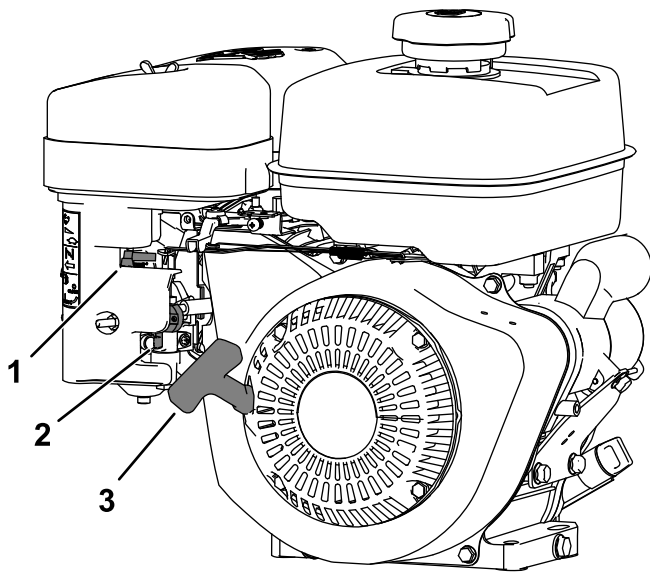

Bild 8
Der Chokehebel befindet sich auf der linken Seite des Armaturenbretts, mit dessen Hilfe ein kalter Motor gestartet werden kann (Bild 8).
Der Kraftstoffhahn befindet sich vorne rechts am Motor unter dem Kraftstofftank (Bild 8).
3. Reinigen Sie den Bereich um den Tankdeckel herum und nehmen Sie den Deckel ab (Bild 8).
4. Füllen Sie Kraftstoff (Bild 8) in den Tank, bis der Füllstand 6 mm bis 13 mm unter der Tankoberseite steht. **Nicht in den Einfüllstutzen des Tanks füllen.**